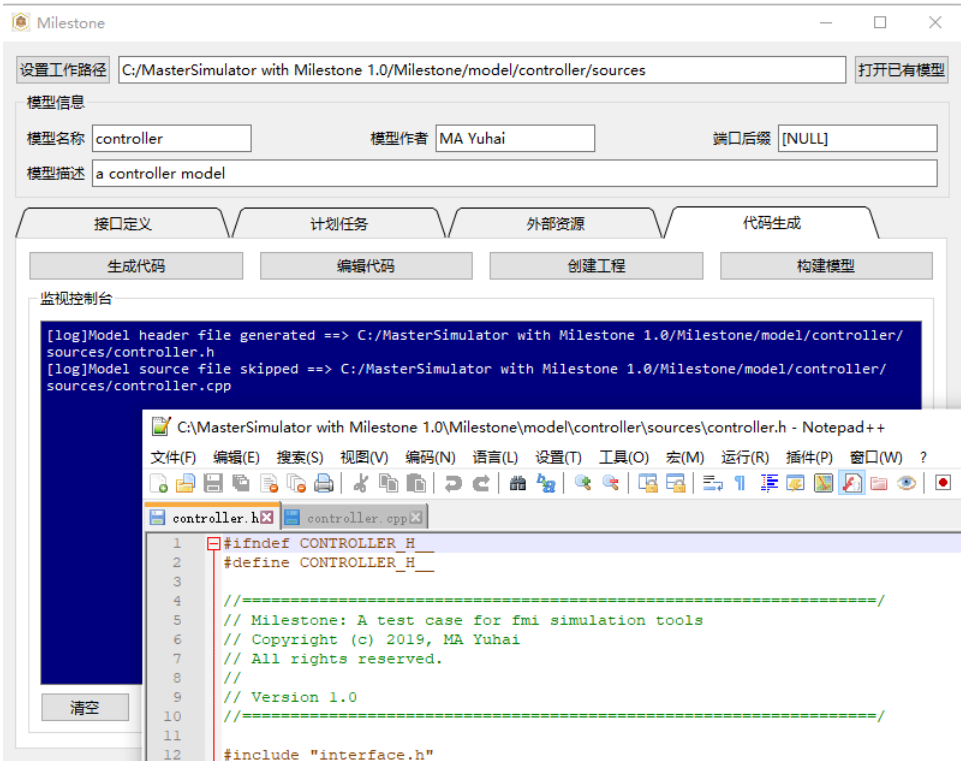

图 4.9: 编辑代码
- 点击“编辑代码”，将使用配置中选择的编辑器打开已经生成的模型头文件和源文件，如 图 4.9。